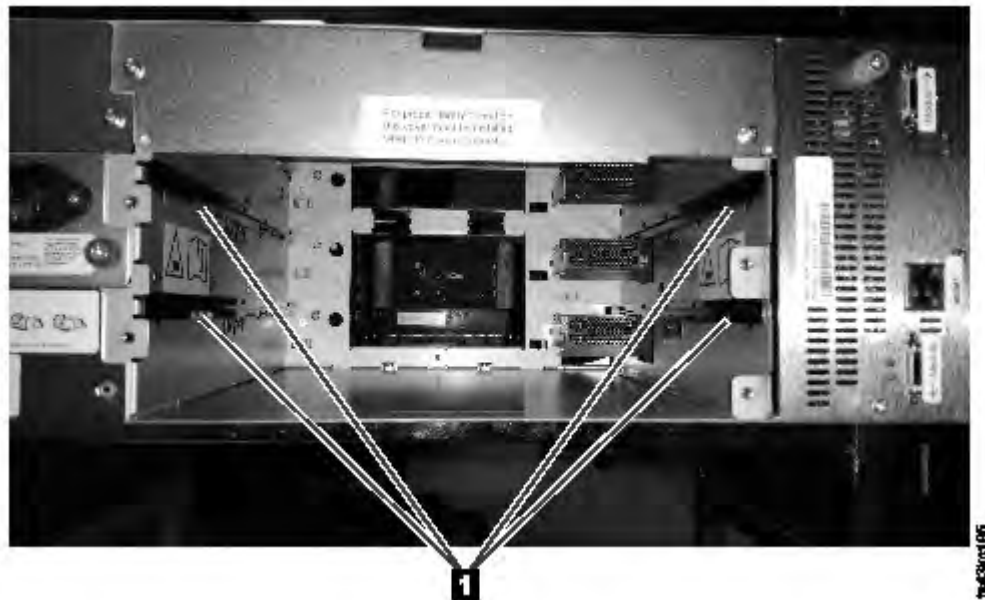

Figura 68. Binari di allineamento
2. Allineare e inserire lentamente la nuova unità nastro nel vano unità lungo i binari di allineamento (1 in Figura 68 a pagina 162) mentre l'assieme dell'unità è supportato. L'unità nastro deve essere scaricata con il pannello posteriore della libreria.